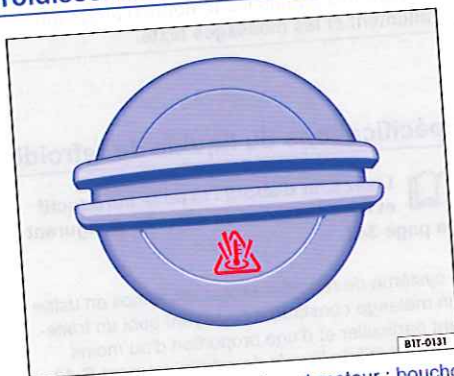

Fig. 212 Dans le compartiment-moteur : bouchon du vase d'expansion du liquide de refroidissement.
- Le vase d'expansion du liquide de refroidissement est repéré par le symbole ⚠ figurant sur le couvercle ⇒ fig. 212.